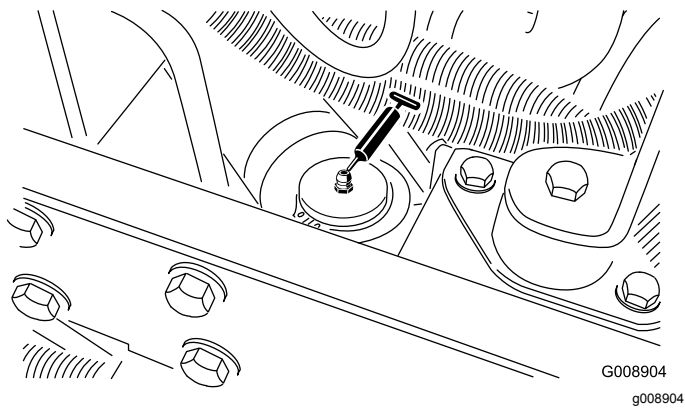

Figure 38
- Vérin de direction (Figure 38).